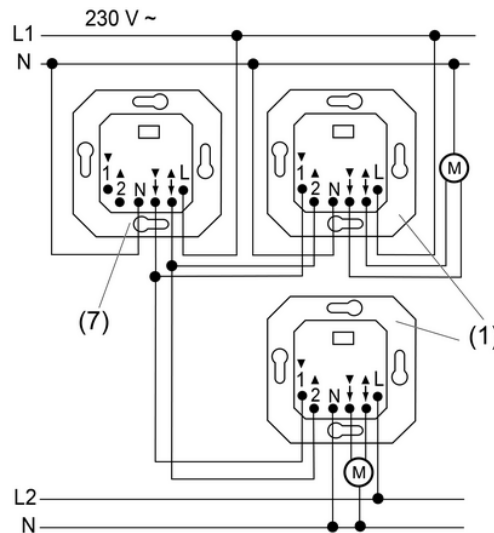

Figura 3: Ejemplo de conexión de mando en grupos
El módulo electrónico de persiana se puede integrar en un mando de grupos (figura 3), ya sea para el mando in situ (1) o como aparato central (7).
- Conectar los módulos electrónicos de persiana conforme al ejemplo de conexión (figura 3). Los mecanismos de persiana también pueden depender de diferentes conductores exteriores.